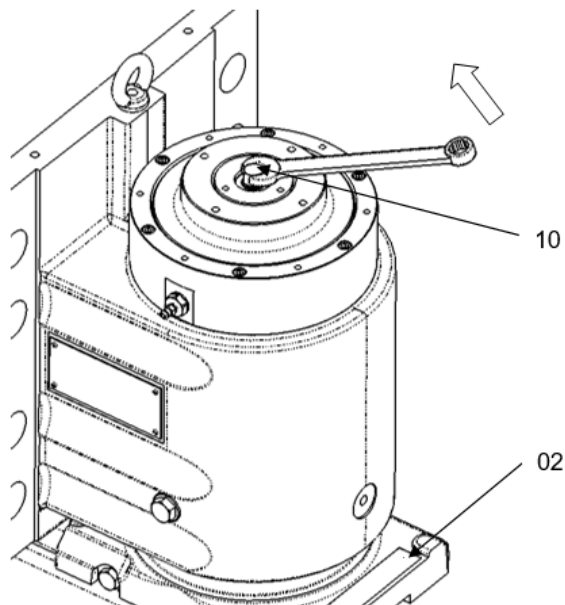

Bild 5.1
4. Die Einstellschraube **10** bei Schienenbremse HR 130/185 mit einem Schraubenschlüssel entgegen Uhrzeigersinn drehen um den Reibklotzhalter **02** bis zu seinem Endanschlag zu drehen aber vorsichtig und nicht mit extremer Kraft Bild 5.1